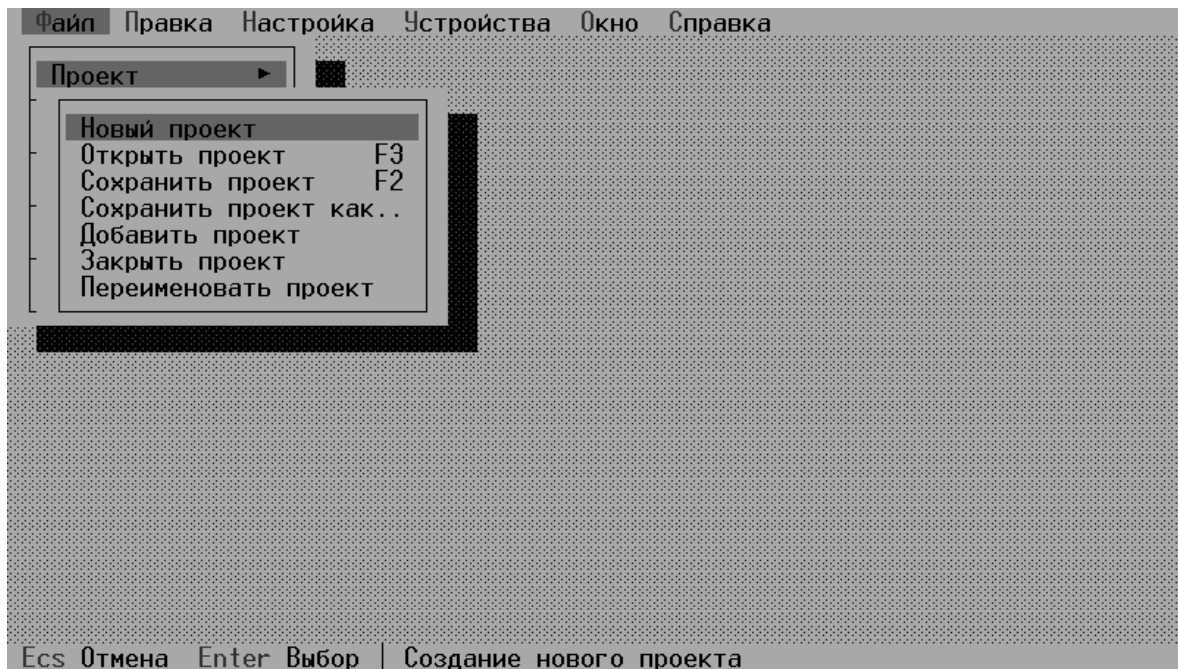

Рис. 3. Меню **Файл** программы (подменю **Проект**).
- создать новый проект (опция **Проект/Новый проект** см. рис.3), при этом данные предыдущего проекта из памяти будут удалены;